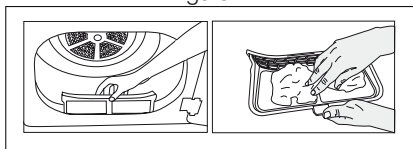

Figura 2
- 2.b) Si la cubierta del filtro del producto se corresponde con la la figura 2, retire el filtro tirando de él hacia arriba.